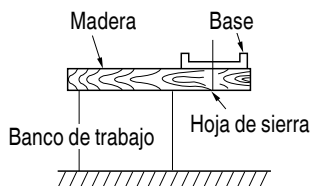

Fig. 15
4. Prepare un banco de trabajo de madera (Fig. 15). Como la hoja de sierra sobresaldrá de la superficie inferior de la madera de trabajo, coloque ésta sobre un banco de trabajo para cortarla. Si, como banco de trabajo, utiliza un madero cuadrangular, tenga en cuenta el nivel del suelo para asegurar que quede adecuadamente estabilizado. Un banco de trabajo inestable resultaría en una operación peligrosa.